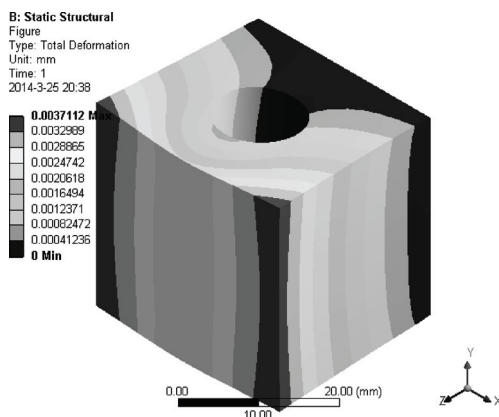

图 6-35 B 项目整体变形的等值线云图
5) 同样操作得到 B 项目的整体变形的等值线云图, 如图 6-35 所示。